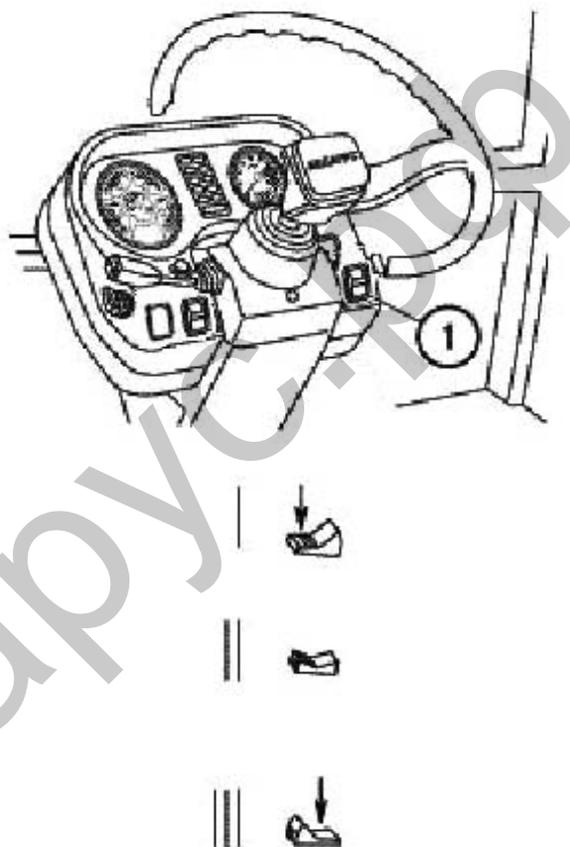

Рис.4.11
### Центральный переключатель света (поз 1 на рис.4.11)
Для включения передних фар установите центральный переключатель света (1) в положение III (см. рис.4.11), а рычаг подрулевого переключателя в среднее положение – «ближний свет». «Дальний свет» включается поворотом рычага переключателя от себя до упора.